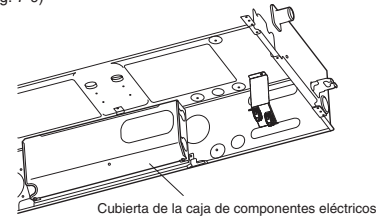

Fig. 7-9
- (1) Extraiga la cubierta de la caja de componentes eléctricos. (Fig. 7-9)